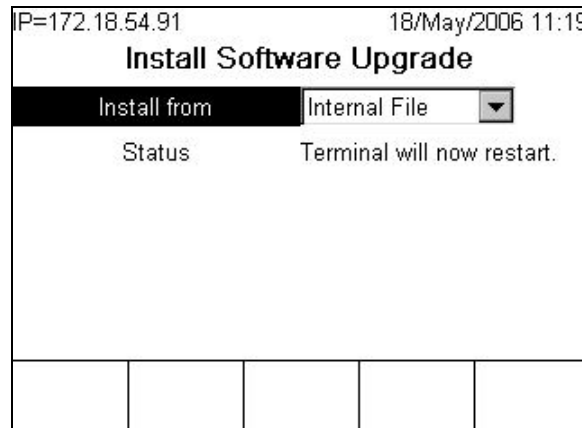

Figura 3-3: Actualización de programas de instrucciones del fabricante en proceso
7. Si la IND780 encuentra los archivos en el directorio de ACTUALIZACIÓN, la pantalla mostrada en la Figura 3-3 aparece brevemente, y la terminal se reinicia.